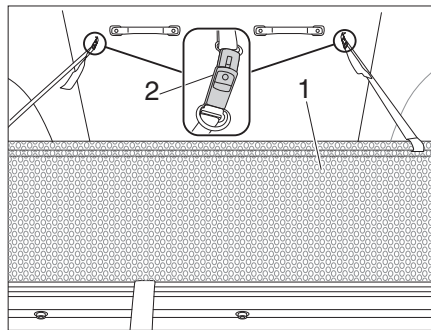

Figura 47 Protección contra caídas
- Retire la protección contra caídas (Figura 47,1) debajo del colchón.
- Asegure la protección contra caídas con hebilla del cinturón (Figura 47,2) al techo elevable.
- Suelte la hebilla del cinturón (Figura 47,2).
- Guarde la protección contra caídas (Figura 47,1) debajo del colchón.